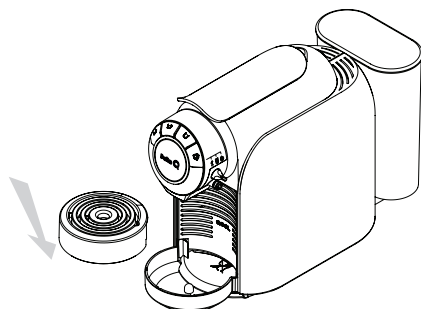

Fig. 12: Baissez le plateau d'appui pour les tasses.
- Si la tasse est plus haute que la distance entre le plateau amovible et le bec verseur, baissez le plateau d'appui pour les tasses (voir **Fig. 12**). Placez une tasse à thé (d'une capacité supérieure à 180cc) au-dessus du plateau amovible pour appui des tasses et en dessous du bec verseur voir **Fig. 13**).